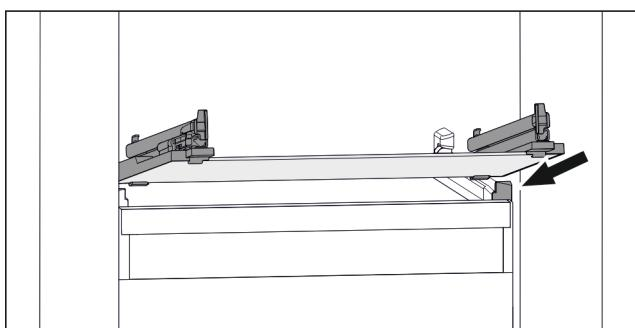

Fig. 66 Príklad zobrazenia sklenenej dosky
- Nasadte sklenenú dosku šikmo za zarážkami. (pozri Fig. 66)